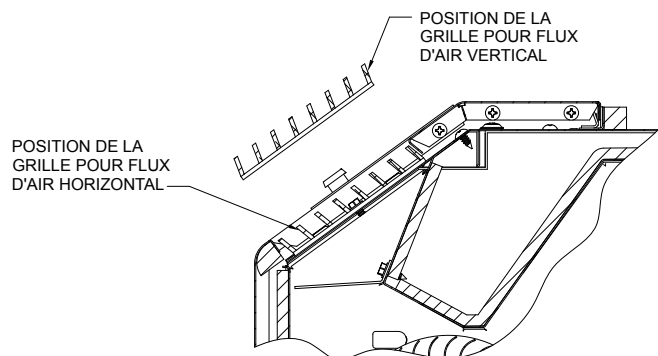

Figure 13
1. Enlever l'afficheur; conserver les 5 vis pour réutilisation. (Voir la Figure 13)
A. MODE DE CHAUFFAGE - Allumage initial (voir figure 13)
B. MODE DE REFROIDISSEMENT - Fonctionnement normal (voir figure 13)